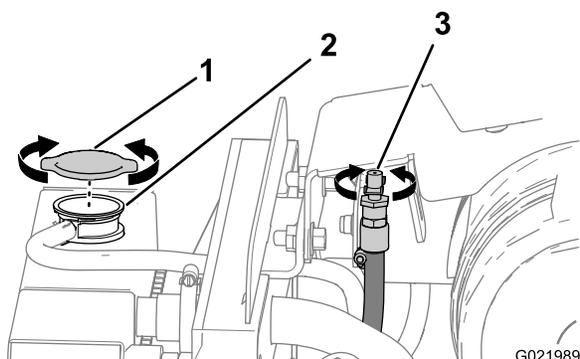
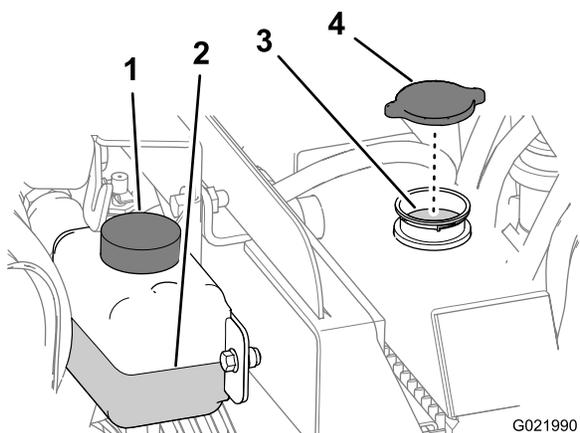

Figure 78
Figure 79
4. Ouvrez la valve de mise à l'air libre du moteur (Figure 78).
5. Enlevez le bouchon du goulot de remplissage du radiateur et vérifiez le niveau de liquide de refroidissement (Figure 78 et Figure 79).
6. Si le niveau de liquide de refroidissement est trop bas, faites l'appoint jusqu'à ce qu'il atteigne le bas du goulot de remplissage (Figure 79).
2. Enlevez le bouchon de radiateur (Figure 78 et Figure 79).
- B. Ouvrez la valve de mise à l’air libre (Figure 78).
- A. Ouvrez la valve de mise à l’air libre (Figure 78).
1. Enlevez le bouchon de radiateur (Figure 78 et Figure 79).
2. Ouvrez la valve de mise à l'air libre (Figure 78).